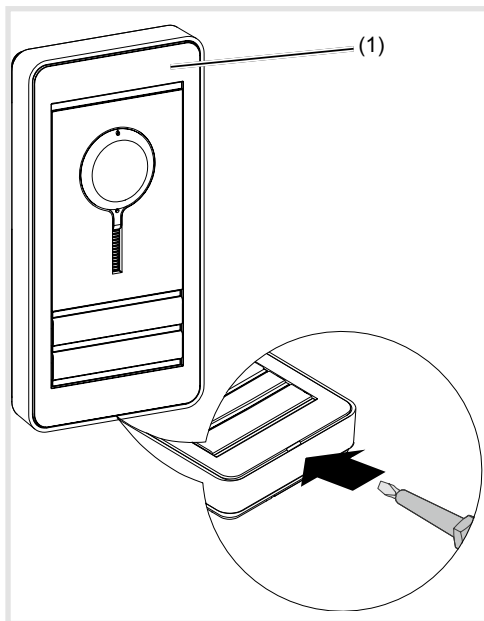

Bild 3: Abziehen der Dekorplatte
- Dekorplatte (1) mit Hilfe eines flachen Schraubendrehers abziehen (Bild 3).